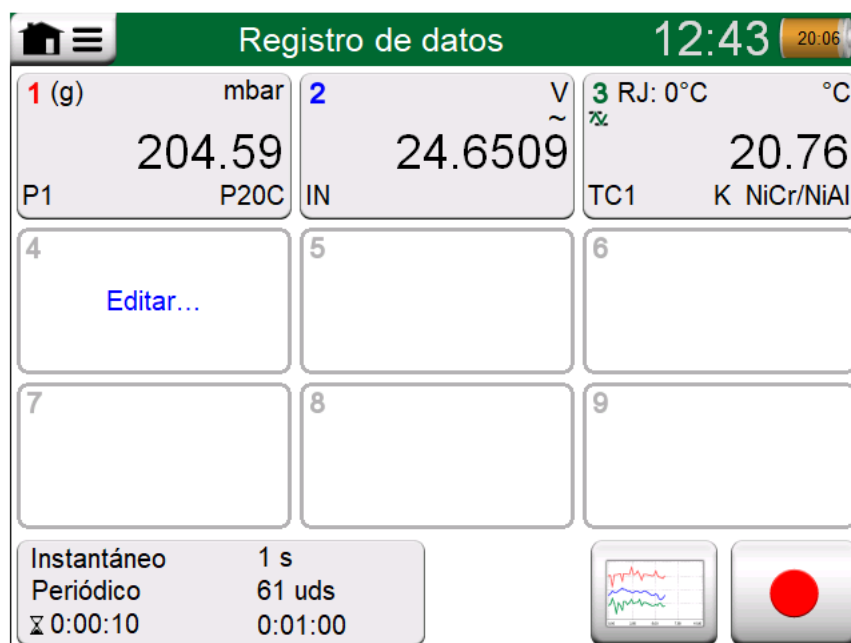

Figura 83: Tres canales configurados en la ventana principal de configuración
- Para los canales de medición, hay disponible una tercera página: Puede definir un disparo que active el registro de datos. Cuando el disparo esté configurado, un símbolo lo indicará de la forma correspondiente. Consulte la Figura 83: Tres canales configurados en la ventana principal de configuración.